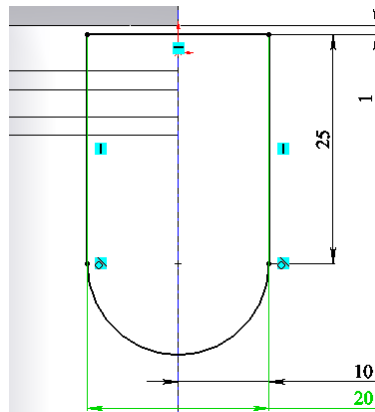

Рис.4.1.5. Ескіз для витягування внутрішнього елемента
13. Виберіть в дереві конструювання площину перпендикулярну до площини симетрії. Запустіть інструмент «Вытянутая бобышка». Нарисуйте на ній ескіз зображений на рис.4.1.5.